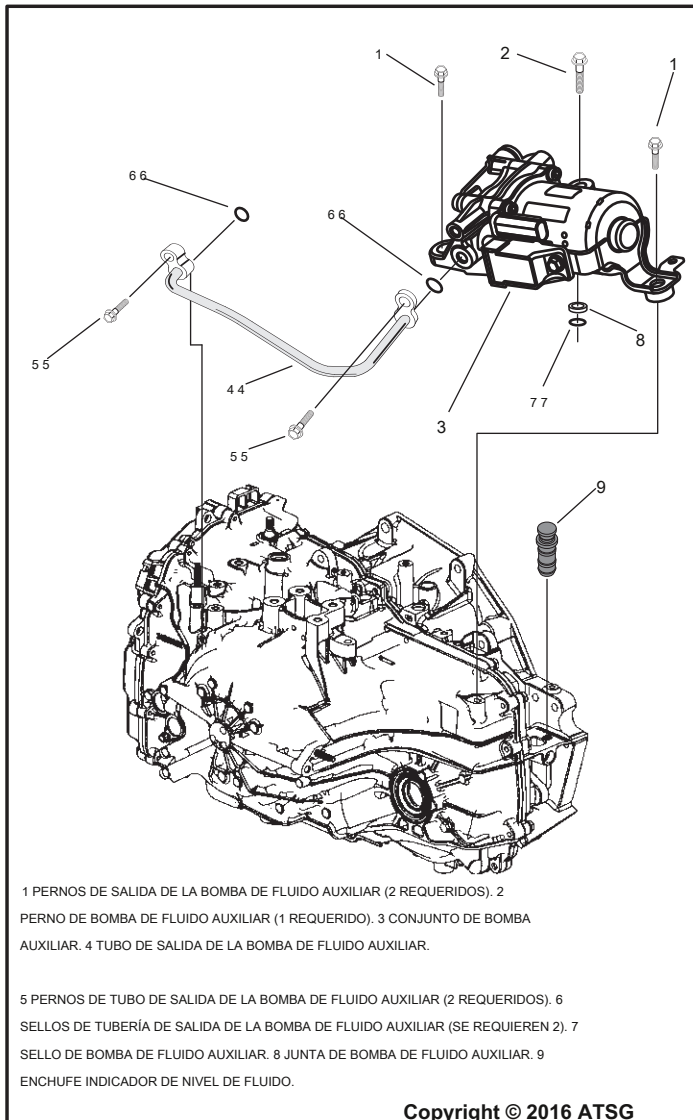

Figura 50
6. Retire los 5 pernos del motor de la bomba auxiliar y el tubo de salida de la bomba de fluido auxiliar como se muestra en la Figura 50. Observe la ubicación del perno más largo.
tapón indicador de nivel, Figura 50, a menos que tenga fugas o*